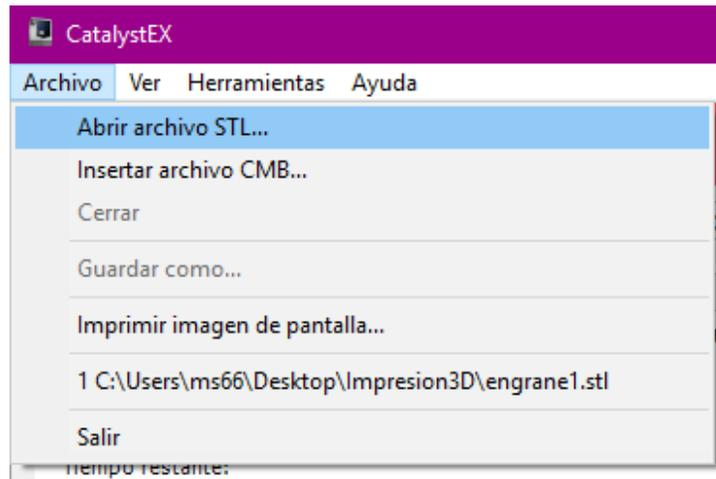

Figura 2.8 Abir archivo *.stl
- Abrir CatalystEX y en la cinta de opciones seleccionar: **Archivo** → **Abrir archivo .STL** (Figura 2.8).